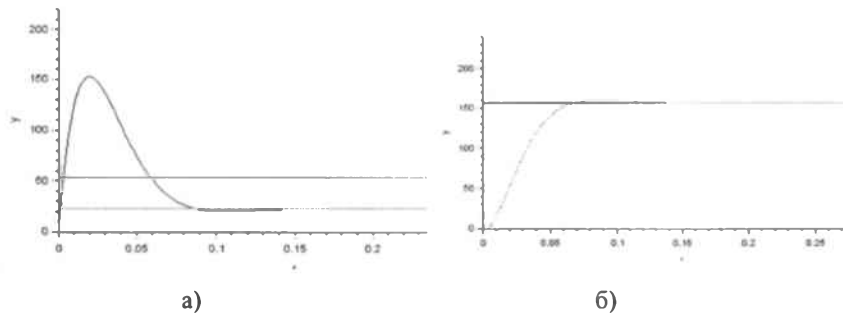

Рис. 1.
3. Запуск модели на выполнение и вывод графиков зависимостей тока в якорной цепи (рис. 1, а) и угловой скорости (рис. 1, б) от времени.